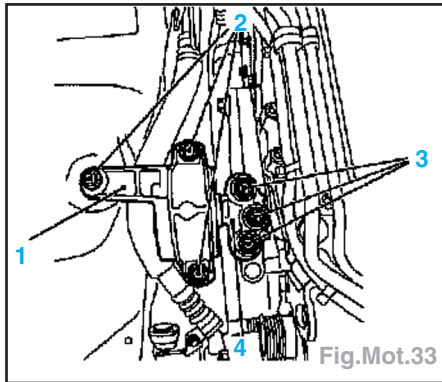

Fig.Mot.33
- le bloc amortisseur de moteur (1) et les vis (2, 3 et 4) (Fig.Mot.33).